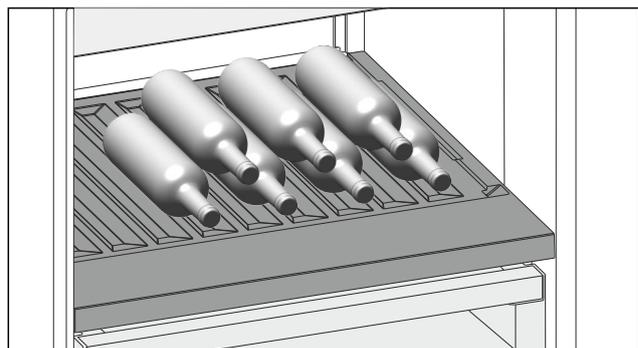

Fig. 97
- Inserire le bottiglie con il fondo rivolto verso la parte posteriore. (vedere Fig. 97)